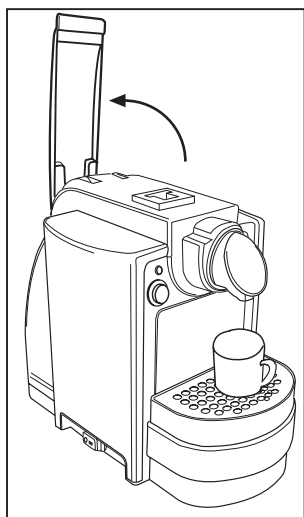
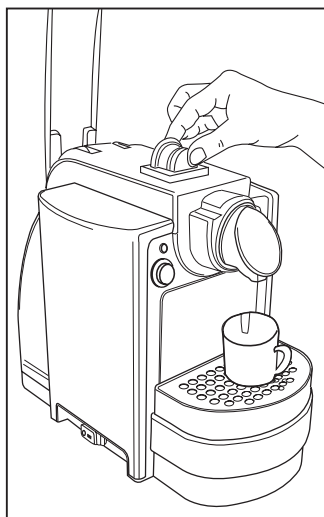

Fig. 8
Fig. 9
- Levantar hacia atrás lentamente (hasta que se pare) la palanca de mando (1) (Fig. 8) e introducir una cápsula en el espacio al efecto (Fig. 9).
- Levantar hacia atrás lentamente (hasta que se pare) la palanca de mando (1) (Fig. 8 pág. 57) e introducir una cápsula en el espacio al efecto (Fig. 9 pág. 57).